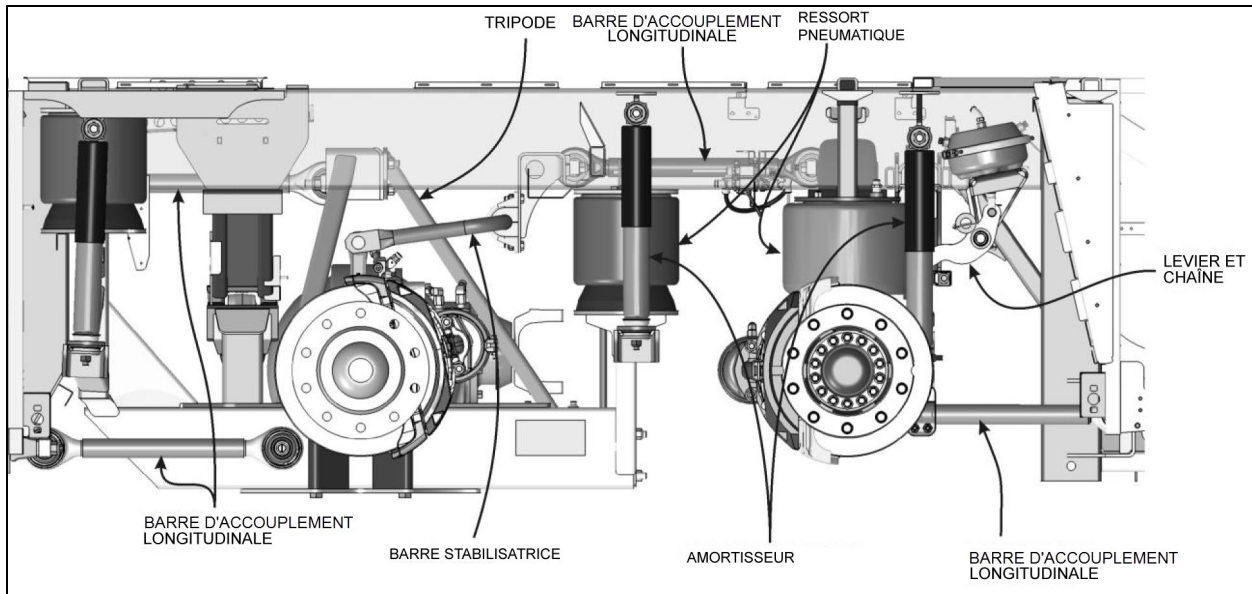

**FIGURE 35 : ESSIEU MOTEUR, DÉTAILS DE LA SUSPENSION ARRIÈRE**
4. Sur le montage inférieur, veillez à poser les joints de caoutchouc avec le côté large du trou conique comme illustré dans Figure 35.